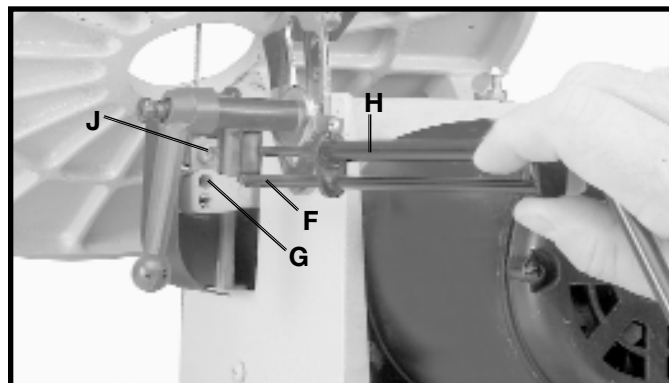
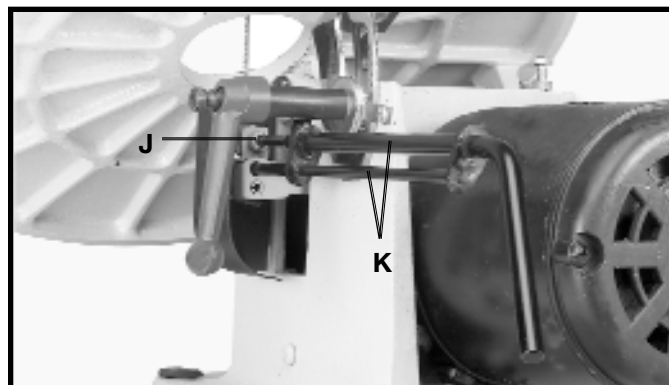

Fig. 24
Fig. 25
4. Insérer la longue extrémité (F) fig. 24, de la clé de changement de lame quickset dans le trou (G) du porte-lame inférieur. Ceci alignera la clé (H) avec la vis du porte-lame (J).
5. La figure 25 illustre la clé de changement de lame Quickset (K) engagée avec le module du porte-lame inférieur. Tourner la clé en sens antihoraire pour desserrer la vis (J) figs 24 et 25, et retirer la lame du mandrin inférieur.